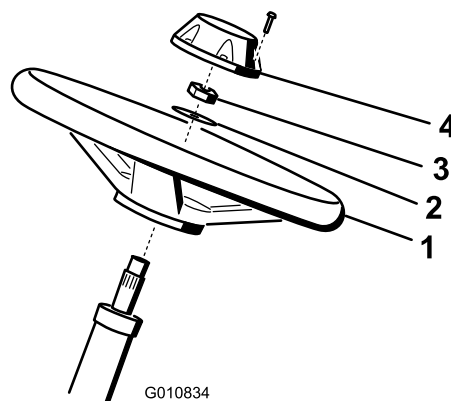

Figura 4
1. Faça deslizar o volante para a coluna de direção (Figura 4).
2. Faça deslizar a anilha para a coluna de direção (Figura 4).
3. Fixe o volante na coluna com uma porca de bloqueio e aperte-a com 27–35 N·m (Figura 4).
4. Instale a tampa no volante e fixe-a com seis parafusos (Figura 4).